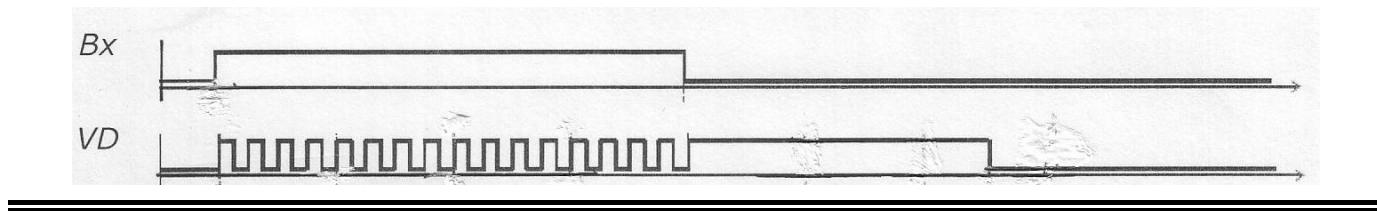

Рис. 67 Диаграмма для дискретного входа
- равномерное свечение светодиода указывает на квитирование ранее зафиксированного сигнала (рис. 67).